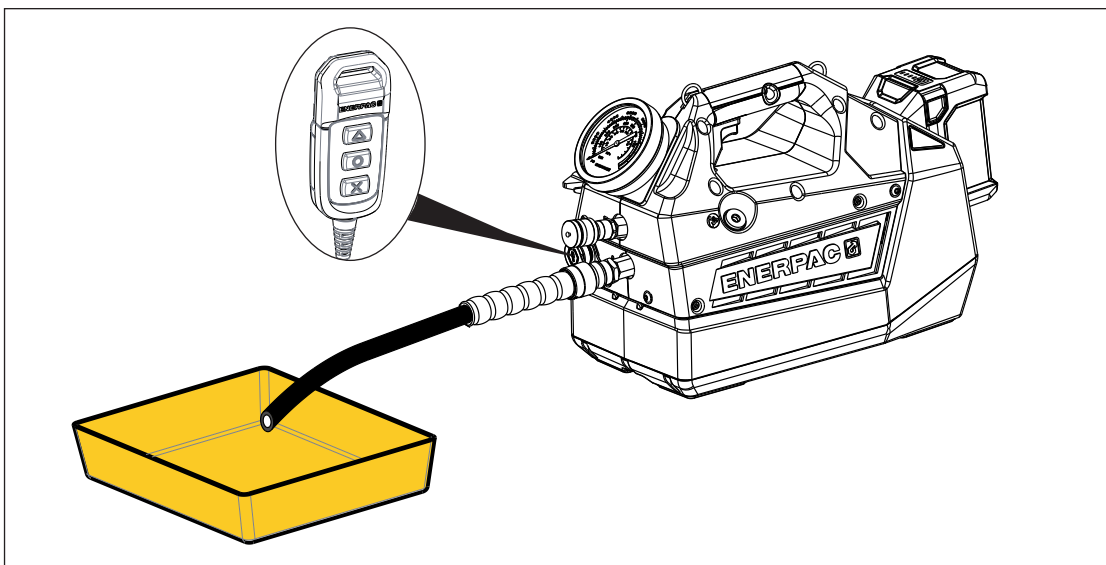

Figura 14: Golirea rezervorului hidraulic
2. Așezați pompa pe o suprafață de lucru plană. Asigurați-vă că comutatorul de alimentare a pompei este în poziția OPRIT (O).
3. Atașați un furtun cu un capăt deschis la portul „A” al pompei. Plasați capătul deschis al furtunului într-un vas sau recipient adecvat, suficient de mare pentru colectarea întregului ulei uzat. Consultați Figura 14.